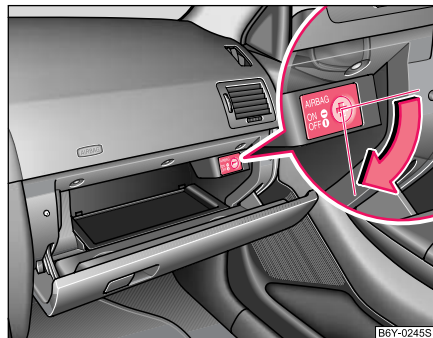

Fig. 105 Vide-poches: contacteur pour airbag du passager avant
- Faites tourner la fente du contacteur de l'airbag dans le sens de la flèche sur la position **OFF** au moyen de la clé de contact ⇒ fig. 105. La fente du contacteur de l'airbag doit être verticale.
- Faites tourner la fente du contacteur de l'airbag dans le sens contraire de la flèche sur la position **ON** ⇒ fig. 105. La fente du contacteur de l'airbag doit être horizontale.